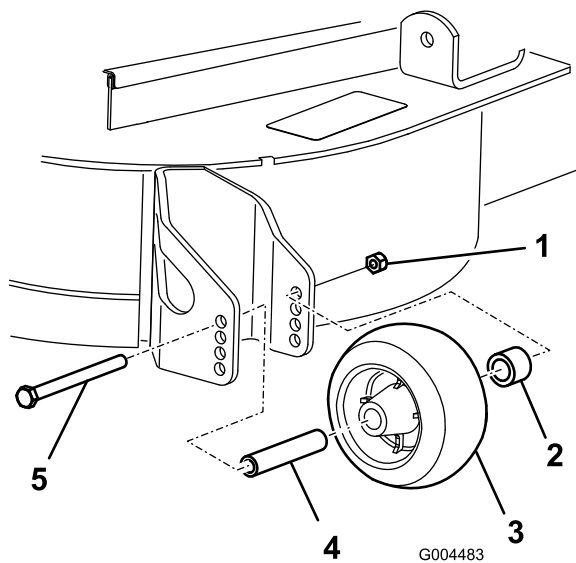

図 26
- 刈高を変更後、ローラのフランジナット、ブッシュ、スペーサ、ボルトを外して（図 26）、ローラの高さ調整を行う。
5. フランジナット、ブッシュ、スペース、ボルトを取り付ける。ボルトを54-61 Nm (5.6~6.2 kg.m) にトルク締めする(図 26)。